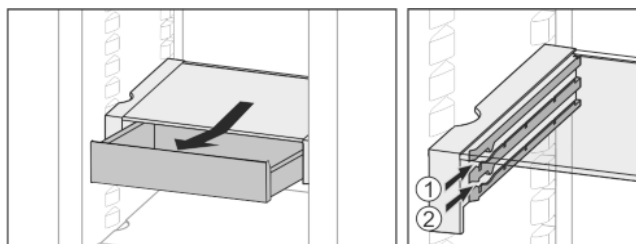

Fig. 24
- ▶ Zasuňte v libovolné výšce *Fig. 24 (1)* nebo *Fig. 24 (2)*.